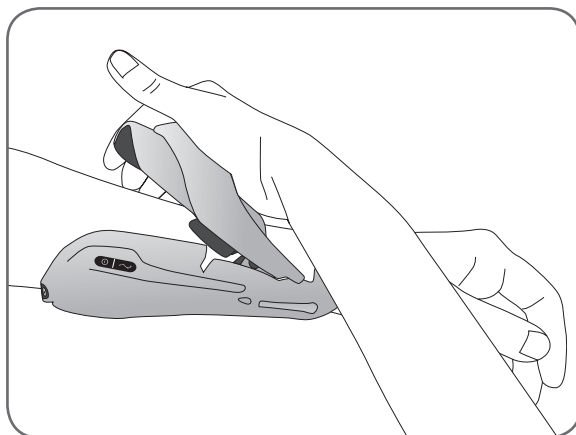

Ilustración 6-10: Cómo cerrar el ala del extensor.
5. Si la ortesis está correctamente colocada, cierre el ala del extensor. Coloque la mano encima del brazo del ala y sujete el ala del extensor de la ortesis por debajo con los dedos. Tire del ala del extensor mientras empuja hacia abajo el brazo del ala. Empuje hasta que dejen de oírse chasquidos. Consulte la Ilustración 6-10.